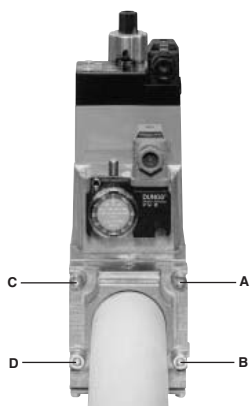
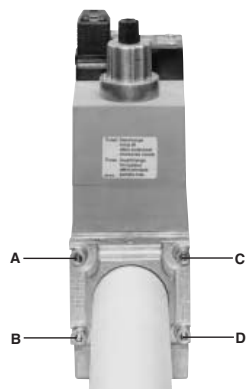
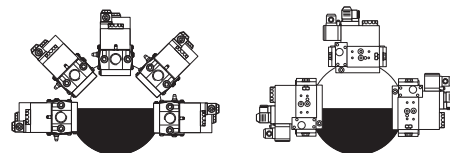

Рис. 9
Рис. 10
Рис. 12
3. Затянуть винты A, B, C и D (Рис. 9 - Рис. 10), (Рис. 12), соблюдая дистанции монтажа (Рис. 12);
1. Раслабить винты А и В, но **не снимать** их (Рис. 9 и Рис. 10)
2. Отвинтить винты С и D (Рис. 9 и Рис. 10)